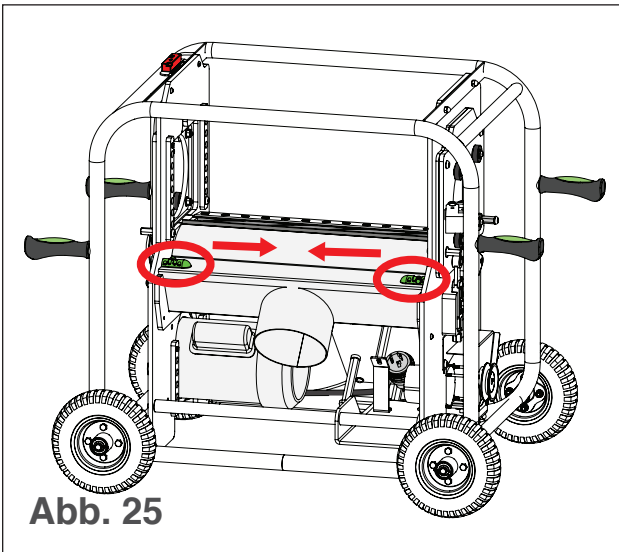

Abb. 25
2. Schieben Sie die oberen Verriegelungen der Saugerabdeckung nach innen (siehe Abb. 25).